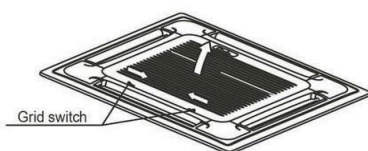

fig. 9
(1) Retire la rejilla de la entrada de aire.
- Deslice hacia el centro las dos lengüetas de la rejilla al mismo tiempo y, a continuación, tire de ellas. (Consulte la Fig. 9).